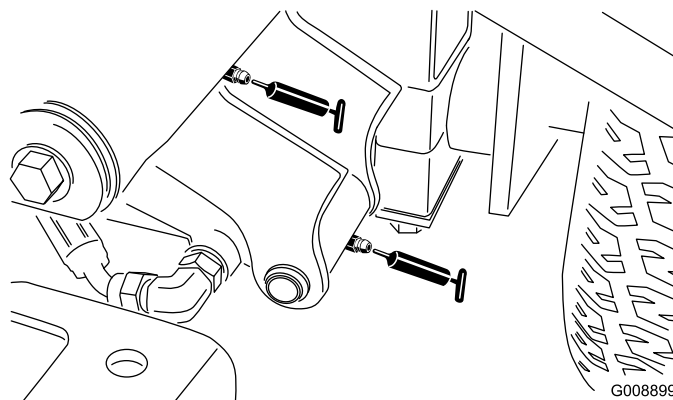

Figura 33
- Pivote y cilindro de elevación del brazo de elevación delantero izquierdo (2) (Figura 33)